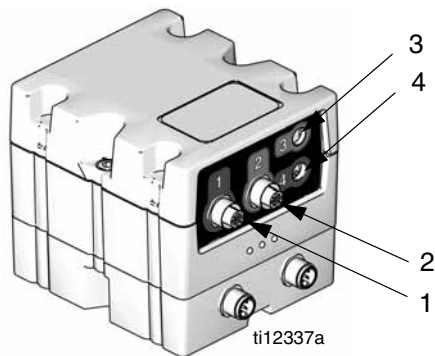

ABB. 12: Anschlüsse auf der Vorderseite des Materialsteuerungsmoduls
- 2. Entfernen Sie die zwei Schrauben (C) und das MSM (A) vom Sockel (B).
- 3. Montieren Sie den Sockel (B) mit vier Schrauben an der Anlage. Stecken Sie die Schrauben durch die Oberseite des Sockels und befestigen Sie diesen an der Anlage.
- 4. Montieren Sie das MSM (A) mit zwei Schrauben (C) am Sockel (B).
- 5. Schließen Sie die Kabel an die Vorderseite des Materialsteuerungsmoduls an. Siehe ABB. 12 und die folgende Tabelle.